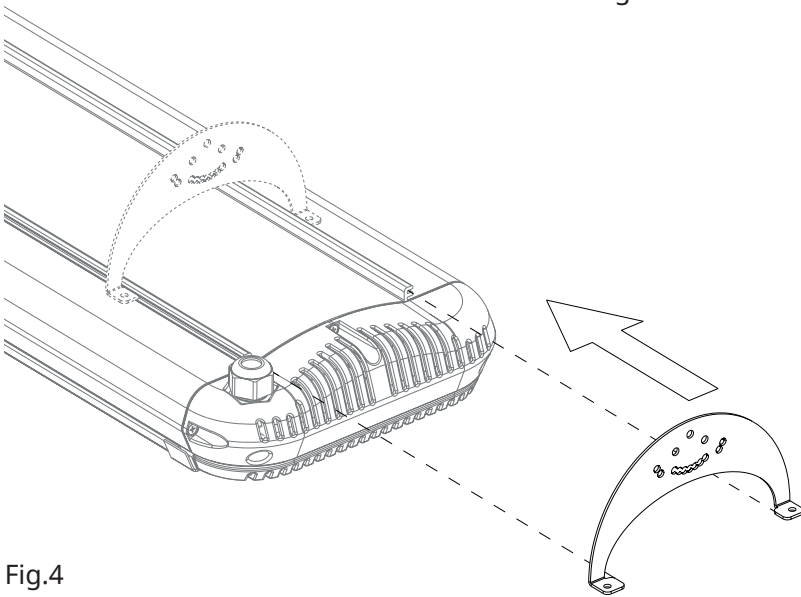

Fig.4
3. Вставьте дугообразные кронштейны в специальные направляющие на верхней поверхности обогревателя. Рис.4.